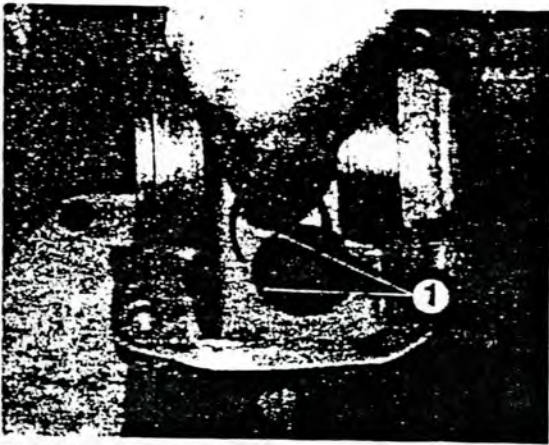

Fig. 1
- Sicherungsring beidseitig entfernen (Fig. 1/1).
- Remove circlip at either side (Fig. 1/1).